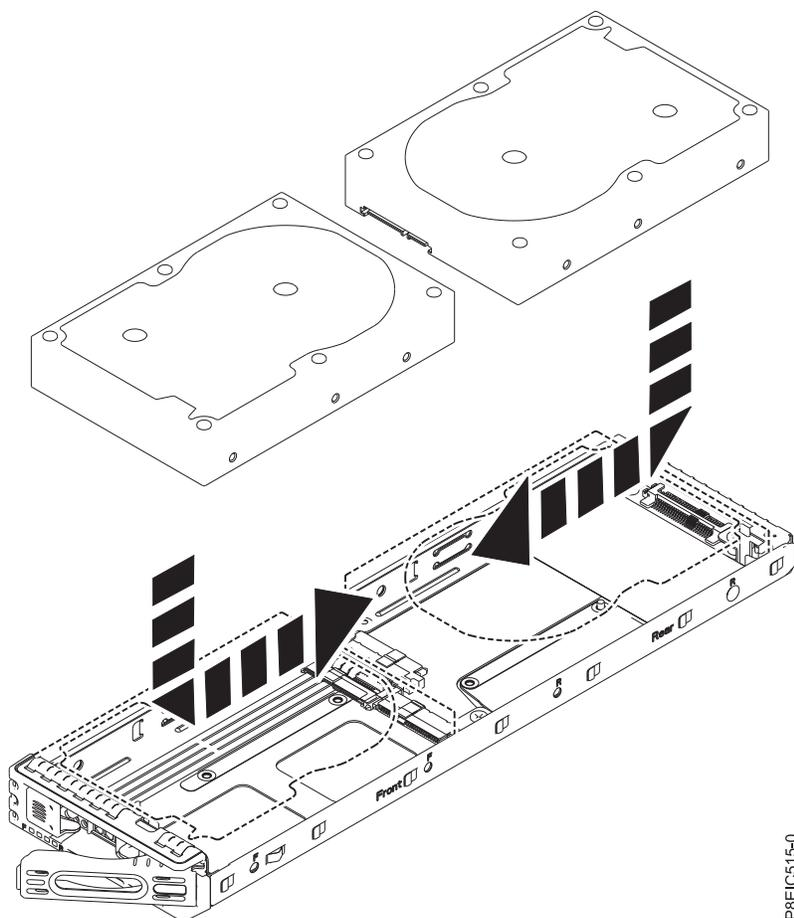

Figura 12. Instalando a unidade de 3,5 polegadas na bandeja
- a. Coloque a unidade na bandeja, em seguida, deslize a unidade para dentro do soquete, conforme mostrado em Figura 12 na página 13.